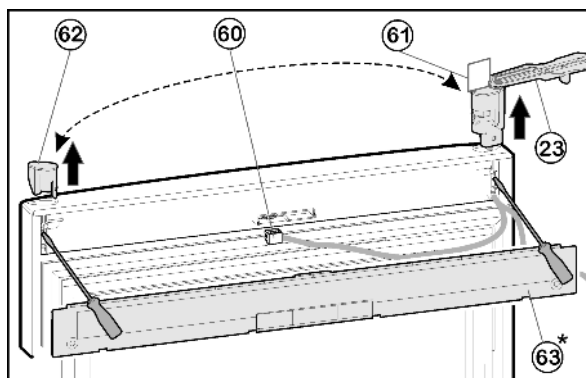

Fig. 11
- ▶ Wyczepić osłonę Fig. 11 (63) z drzwi za pomocą śrubokrętu.
- ▶ Odłączyć wtyk Fig. 11 (60).
- ▶ W górnych drzwiach obrócić płytkę zawiasu Fig. 11 (23) na zewnątrz i ustawić ją równoległe do krawędzi drzwi.
- ▶ Za pomocą śrubokrętu wypchnąć płytkę zawiasu Fig. 11 (23) od dołu i wyjąć ją razem z przewodem z drzwi.
- ▶ Za pomocą śrubokrętu wypchnąć zatyczkę Fig. 11 (62) od dołu i wetknąć ją po przeciwnej stronie.
- ▶ Wprowadzić przewód płytki zawiasu Fig. 11 (23) po przeciwnej stronie i włożyć płytkę zawiasu.
- ▶ Zdjąć szablon Fig. 11 (61) i zamocować go w płytce zawiasu.
- ▶ Podłączyć wtyk Fig. 11 (60).
- ▶ Zaczepić osłonę Fig. 11 (63) w drzwiach.